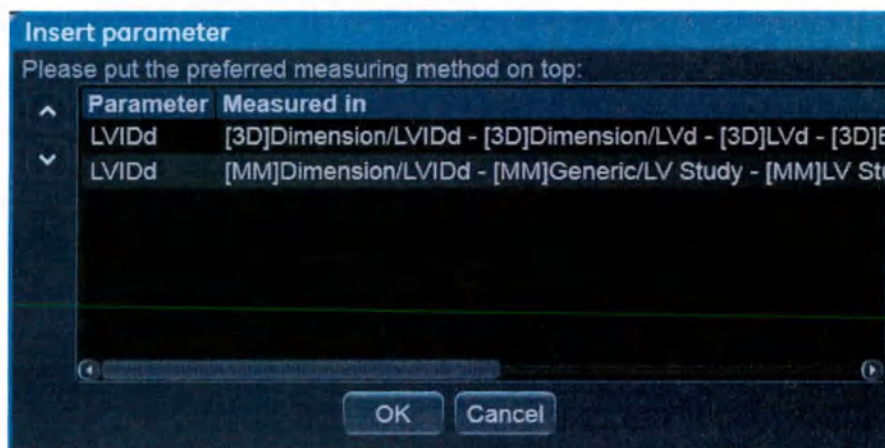

Рис. 11-12. Список параметров
5. Если выбранный параметр может быть измерен/вычислен различными методами, отобразится запрос на выбор одного из возможных вариантов (Рис. 11-12). Переместите выбранный параметр в первую позицию отображаемого списка и нажмите **OK**.